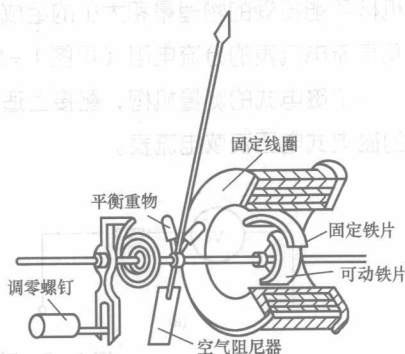

图 1-3 电磁式仪表测量机构
(1) 结构。电磁式仪表的测量机构如图 1-3 所示，主要由固定线圈和可动铁片组成，可动铁片与转轴固定在一起，转动轴由指针、游丝与零位调节器组成。
(2) 工作原理。当线圈内有被测电流通过时，线圈电流的磁场使两块铁片同时磁化，且获得同极性而互相排斥。固定铁片推动可动铁片运动，可动铁片通过传动轴带动指针偏转。被测量越大，指针偏转角度越大，当电磁偏转力矩与游丝形变的反作用力矩平衡时，指针停转，在面板上指出被测电流值。